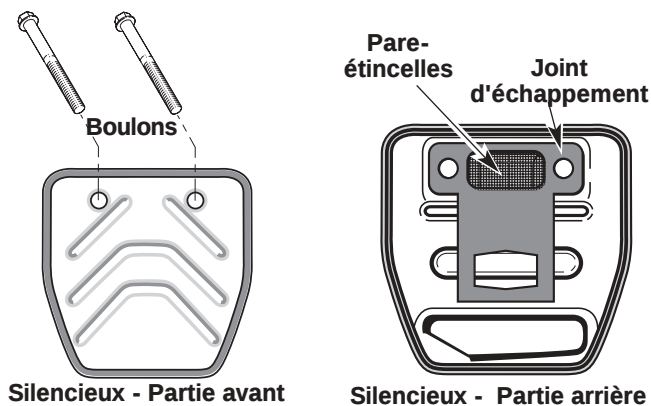

Fig. 16
2. Repérez le devant du silencieux et les deux (2) boulons qui le retiennent au moteur (Fig. 16). Retirez les deux (2) boulons à l'aide d'un tournevis à lame plate, d'une douille de 5/16 po ou d'un tourne-écrou. Retirez le silencieux du moteur.
3. Retournez le silencieux vers l'arrière et repérez le joint d'échappement. Retirez le joint du silencieux (Fig. 16).
7. Placez le joint d'échappement contre l'arrière du silencieux. Alignez les trous de boulon du joint d'échappement avec les trous de boulon du silencieux. Tout en maintenant le joint d'échappement en place, insérez les boulons sur le devant du silencieux (Fig. 16).